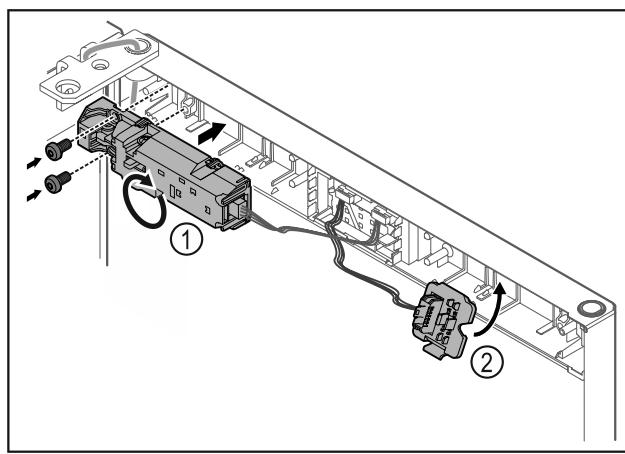

Fig. 19
- Pasukite nuotolinį užraktą Fig. 19 (1) 180° ir pritvirtinkite priešingoje pusėje.
- Užfiksukite kištuko laikiklį Fig. 19 (2) priešingoje pusėje.